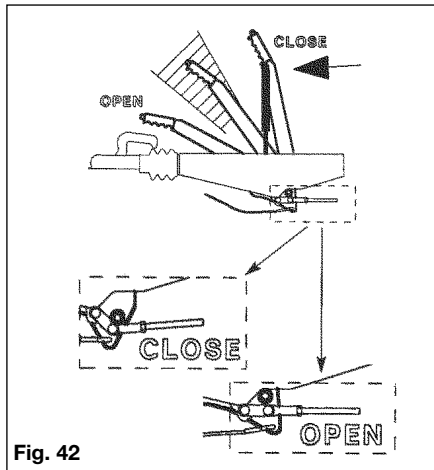

Fig. 42
**Handbrake Lever With Gas Strut (Fig. 42)**